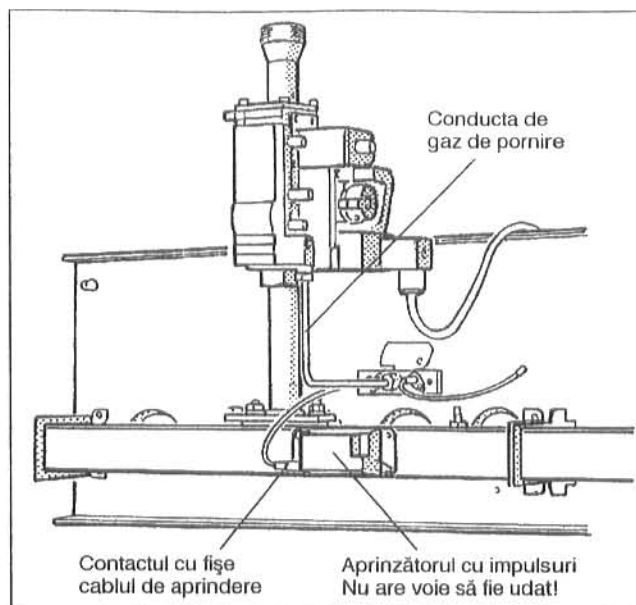

Fig. 43: Arzătorul de gaze
- Racordul cu fișe al cablului de aprindere se va desface de la aprinzătoare cu impulsuri (Fig. 43).
- Conductele de gaz de pornire se desfac de la arzătorii de pornire (Fig. 43).
- Se desfac câte două șuruburi de la arzătorii de pornire și aceștia se scot cu grijă afară (Fig. 43).
- Barele arzătorului se scufundă în apă cu detergent și se periază. Se va ține cont aici ca izolația termică la plăcuța arzătorului și aprinzătorul cu impulsuri să nu se ude! Dacă este necesar aprinzătorul cu impulsuri se va deșuruba (Fig. 43).